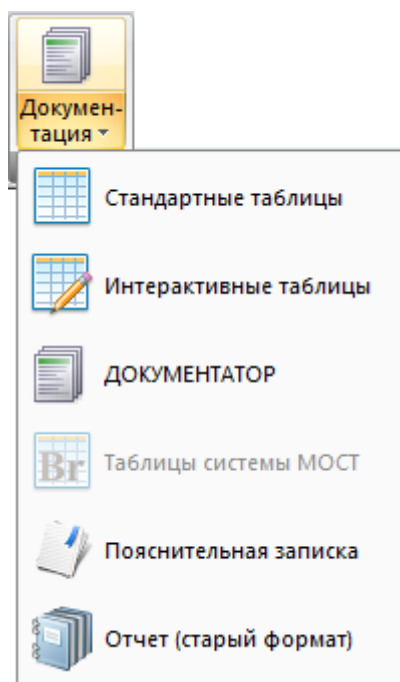

Рис. 150. Раскрывающийся список **Документация**
**Документация** (рис.150) – раскрывающийся список с заменой, который содержит операции для формирования документации по текущей задаче, таблиц по результатам статического/динамического расчета, создание и компоновка чертежей с различными зафиксированными вариантами расчетной схемы и результатов расчета, формирование отчета или пояснительной записки.